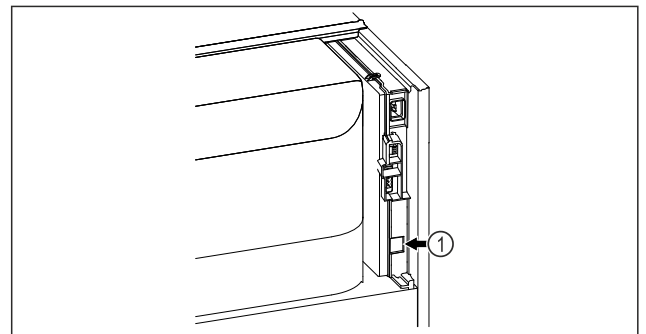

Fig. 83
- Le SmartModule Fig. 83 (1) est installé.